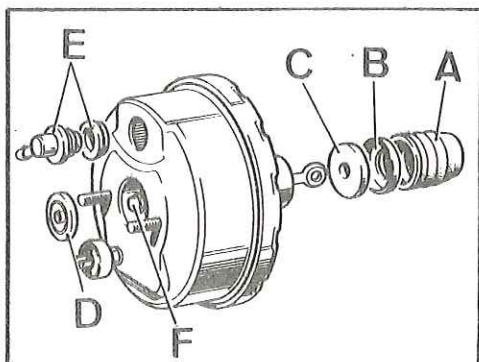

Fig. H-37 Servofreno
- 2.1. Retirar el guardapolvo, A, el sombrerete, B, y el filtro, C (Fig. H-37).